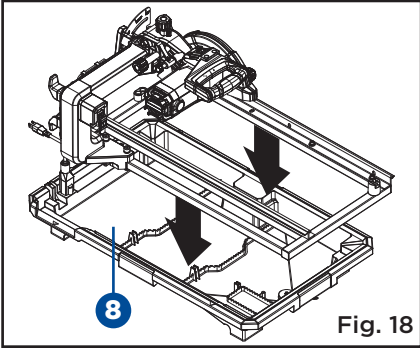

Fig. 18
- Serrez les vis à capuchon à prise hexagonale M10 X 60 mm (4) déjà installées au moyen de la clé hexagonale de 8 mm et l'extrémité ouverte de la clé d'écrou à disque fournie.
- Placez le cadre du plateau pour l'eau sur le plateau pour l'eau (8). (Fig. 18)